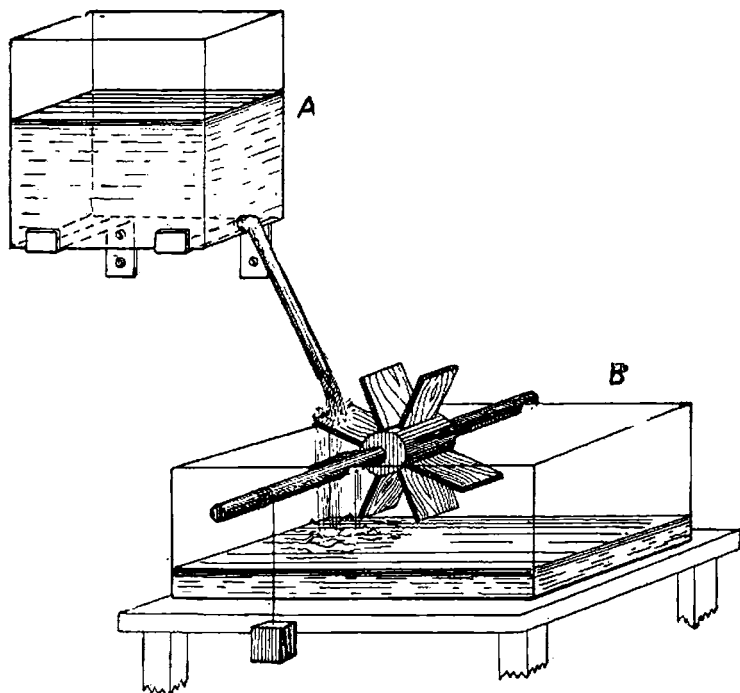

Fig. 35. — Lucrul mecanic produs de căderea apei.
**21. Lucrul și puterea curentului.** In fața capătului de jos al conductei de legătură între vasele A și B, fig. 35, instalăm o morișcă. Pe arborele ei înfășurăm o sfoară de care atârnam o greutate.